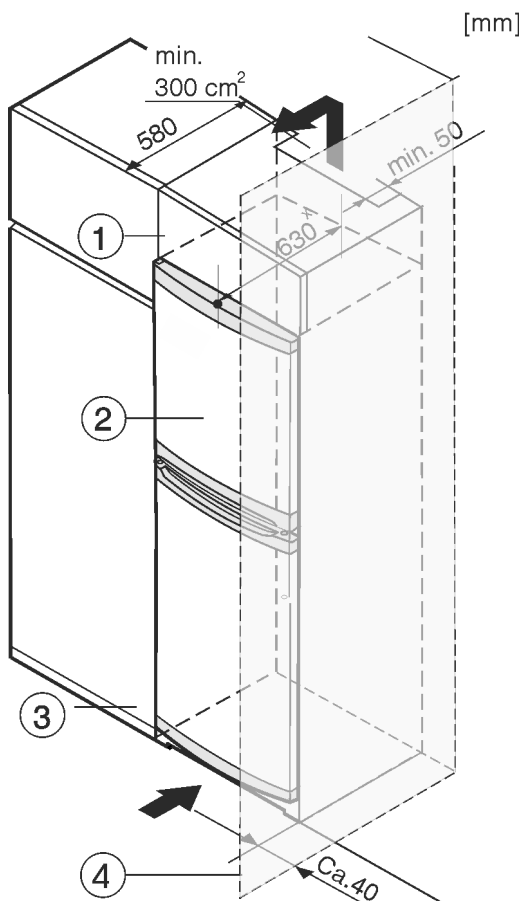

Fig. 8
- (1) Pealiskapp
- (2) Seade
- (3) Köögikapp
- (4) Sein
× Kaasapandud seina-vahehooldikutega seadmete puhul suureneb mõõt 35 mm (vt. 4.2 Seadme paigaldamine) võrra. Seadet saab köögikappidega ümbritseda. Kohandamiseks seadet *Fig. 8 (2)* köögitasapinna kõrgusele, saab seadme kohale paigaldada pealiskapi *Fig. 8 (1)*.
Köögikappidesse sisseehitamisel (sügavus max 580 mm) võib seadme vahetult köögikapi Fig. 8 (3) kõrvale üles panna. Seade ulatub 34 mm x ja seadme keskkoh 50 mm x köögikapi esiküljest ettepoole.
Kui seade pannakse šarniiridega seina Fig. 8 (4) kõrvale üles, siis tuleb pidada kinni seadme ja seina vahekaugusest vähemalt 40 mm. See vastab käepideme üleulatusele avatud ukse korral.